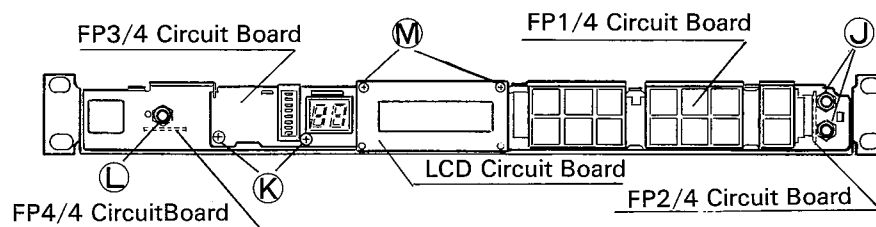

Fig. 5
(Refer to Fig. 5)
- サブシャーシ右端にある六角ナット⑥ (φ2個)を外します。(Fig.5参照)
- ADシート上のコネクタを外しFP3/4シートを取出します。(Fig. 5 参照)
- 六角ナット**(L)** (φ7)を外します。(Fig. 5 参照)
- ネジ**(M)** (2.6×5 ナベ小ネジ) 2本を外します。(Fig. 5 参照)